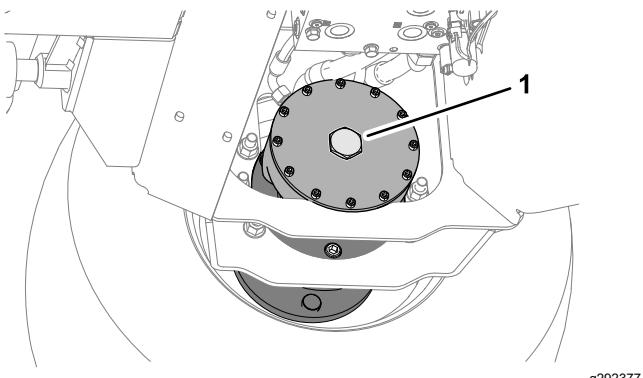

Figura 44
6. En el conjunto de freno del motor de la rueda delantera derecha, retire el tapón hexagonal (Figura 44).